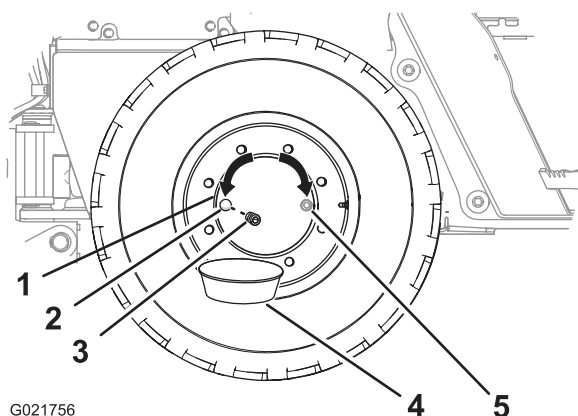

Рисунок 64
2. Переместите машину вперед или назад так, чтобы пробка ступицы колеса находилась в положении на «3 часа» или «9 часов» (Рисунок 64).
6. Убедитесь в том, что масло находится на уровне нижней части резьбы маслозаливного отверстия (Рисунок 64).
8. Заверните пробку в маслозаливное отверстие ступицы колеса (Рисунок 64).
4. Подставьте сливной поддон под сливное отверстие ступицы колеса (Рисунок 64).
5. Отверните пробку ступицы колеса (Рисунок 64).